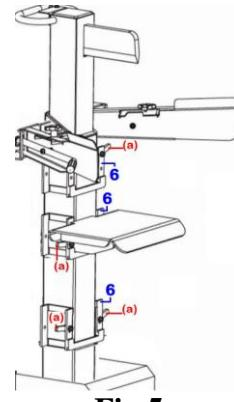

Fig.5
1. Desserrez les crochets de verrouillage de part et d'autre des plaques de fixation (6) (voir Fig.5 repère (a)).
4. Fixez la table avec les crochets de verrouillage (Fig.5 repère (a)).